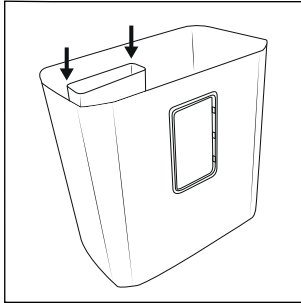

Fig. 1
- ◆ Monte el contenedor pequeño **10** en el contenedor grande **12**. Para ello, empuje el contenedor pequeño **10** hacia abajo a lo largo de los carriles del contenedor grande **12** hasta que quede totalmente encastrado (consulte la fig. 1).
- ◆ Vuelva a montar el contenedor pequeño 10 en el contenedor grande 12 (consulte la fig. 1).